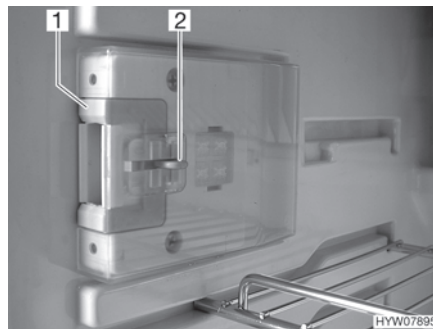
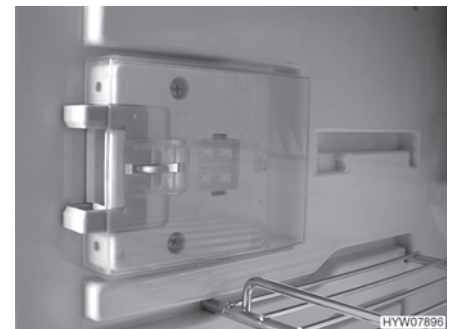

Fig. 161 Dispositivo di chiusura (posizione normale)
Fig. 162 Dispositivo di chiusura (posizione di ricircolo d'aria)
■ Premere il dispositivo di sblocco (Fig. 161,2).
■ Spingere il dispositivo di chiusura (Fig. 161,1) in avanti (Fig. 162).